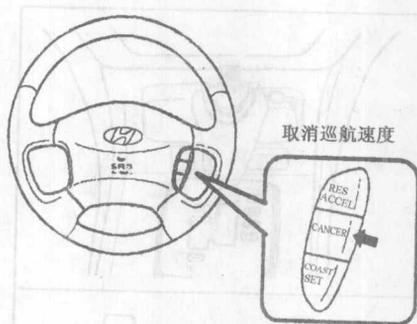

图0-6 取消巡航车速
④ 此时应松开加速踏板,车辆将自动保持理想车速。
⑤ 如果要车辆加速,踩下加速踏板。当脚离开加速踏板时,车辆速度又会恢复到刚才的速度。
(2) 取消巡航车速,见图0-6,可采取以下任何一种方式: